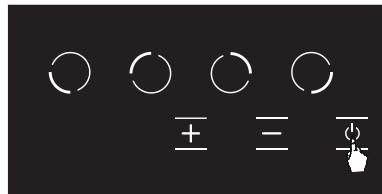

Abbildung 11
1. durch Berühren der **⊕** Taste kann der Herd abgeschaltet werden. (siehe Abb. 11)